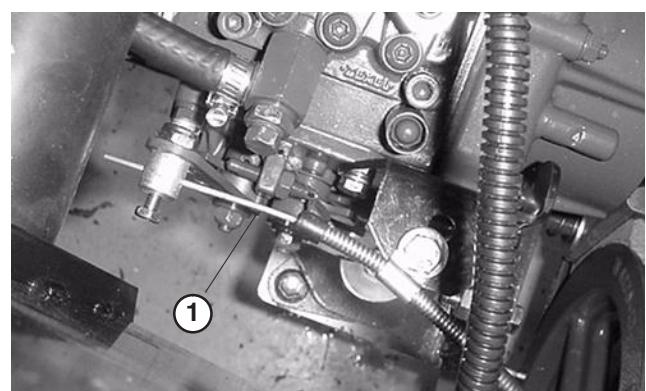

Bild 57
1. Stellen Sie den Bowdenzug ein (Bild 57) sodass der Fliehkraftregler am Motor die Einstellschraub für die niedrige und hohe Geschwindigkeit berührt, bevor der Fahrantriebshebel die Kerbe im Armaturenbrett berührt.